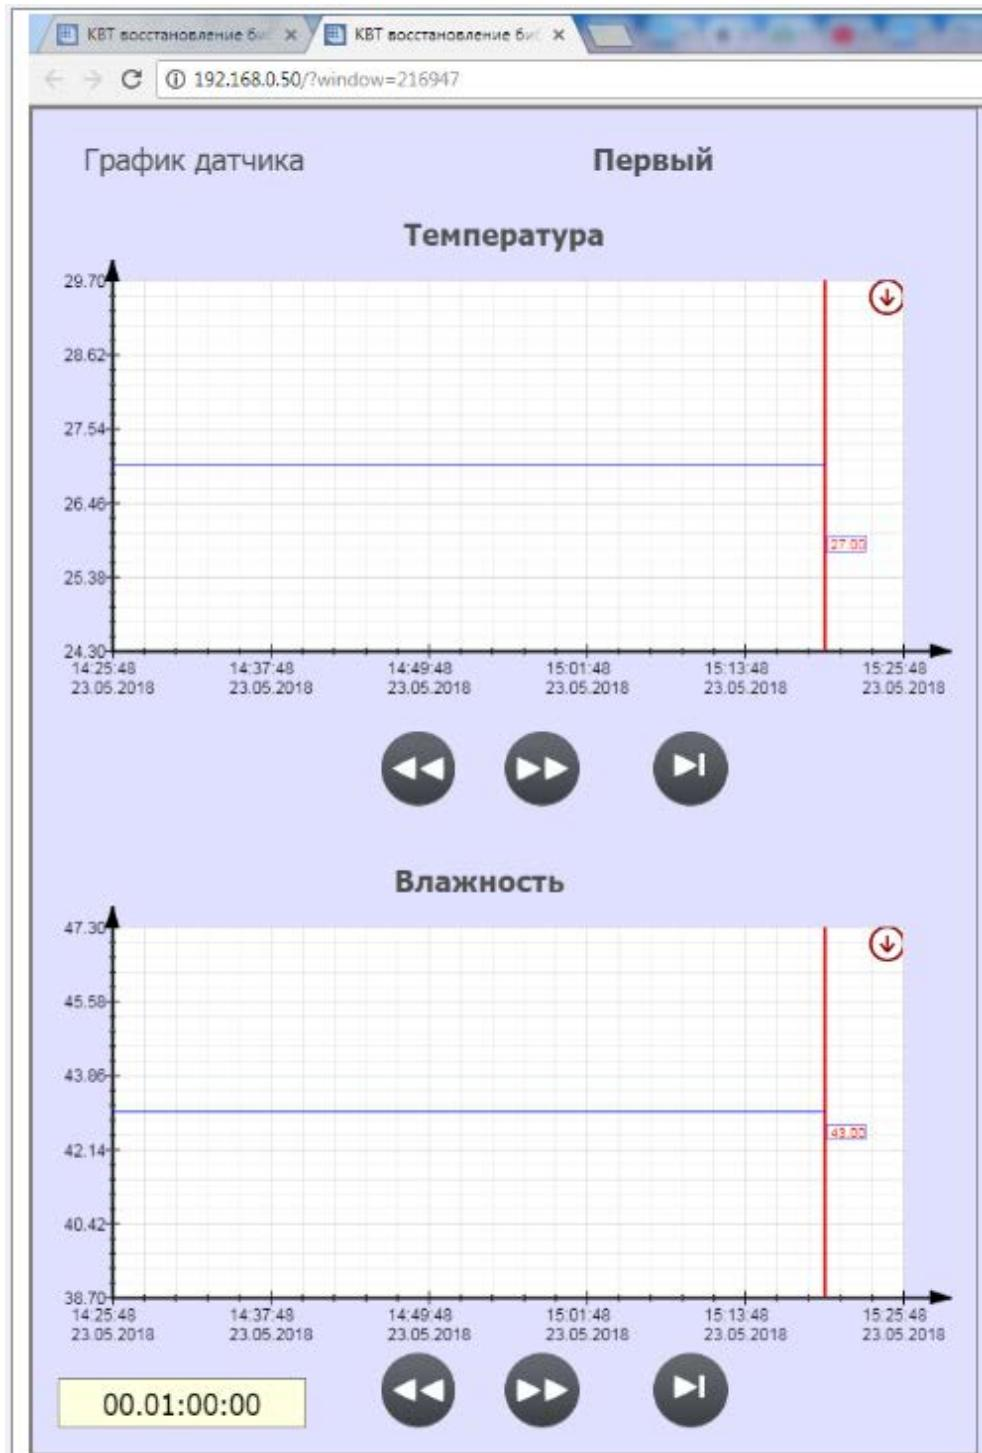

Рис. 9. Экран просмотра показаний датчика
6.1.3.3 Кнопка предназначена для вывода на экран показаний датчика, находящегося в этой же строке. При нажатии этой кнопки появляется график температуры и влажности выбранного датчика Рис. 9.